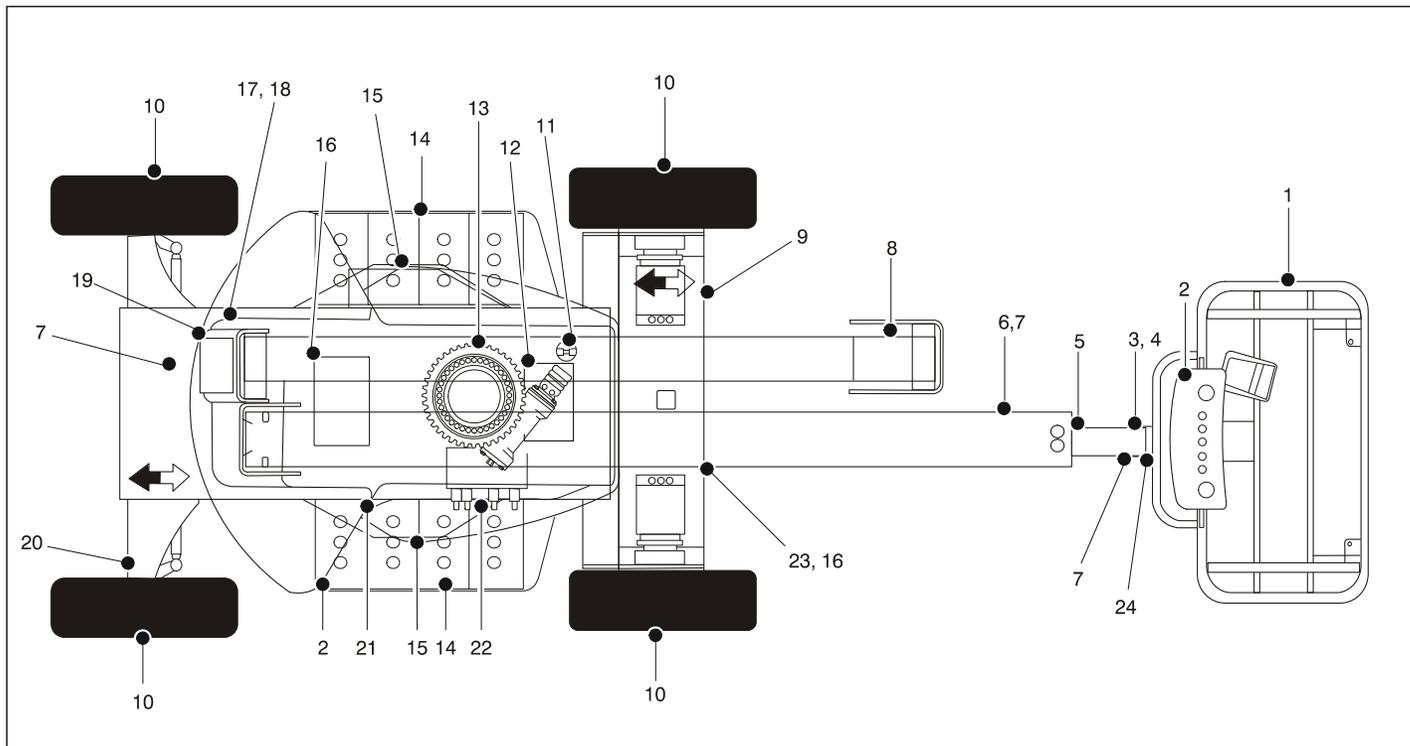

Figure 2-2. Ronde d'inspection quotidienne - Fiche 1 de 3
5. **Ronde d'inspection** – Voir de la Figure 2-2. à la Figure 2-4.